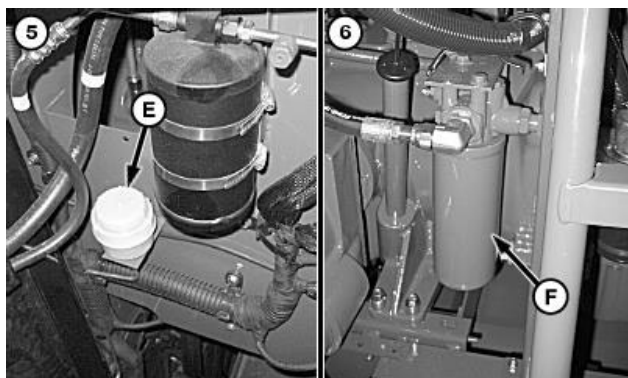

Рис.4.59 – Перевірка рівня гальмівної рідини (5) та розташування фільтра редуктора ВВП (6)
25. Перевірити рівень гальмівної рідини через кришку бака (Е) (рис.4.59). Долити гальмівну рідину до рівня 6 мм до верхньої межі бака. Не допускати попадання бруду в рідину.
26. Замінити фільтр редуктора відбору потужності (F) (рис.4.59). Змастити оливою ущільнення фільтру та затягнути його вручну.